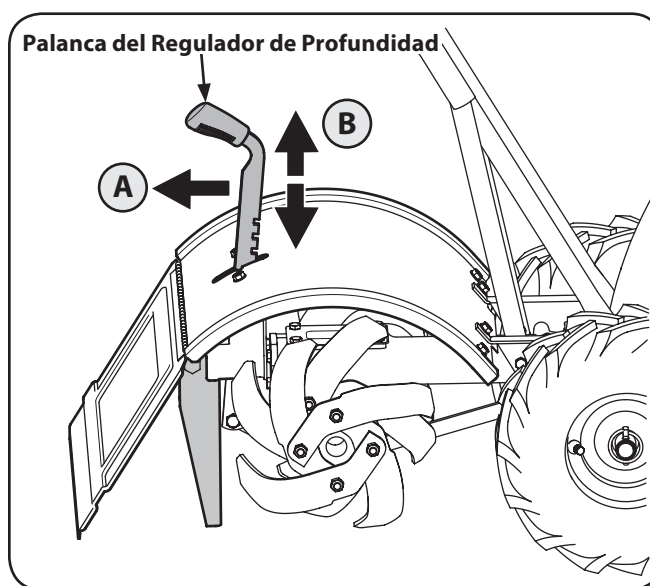

Figure 5-1
3. Mueva la palanca del regulador de profundidad totalmente hacia abajo a la posición "de desplazamiento", de modo que los dientes estén separados del suelo. Para cambiar el ajuste de profundidad, tire hacia atrás la palanca del regulador de profundidad (A) y coloque hacia arriba o hacia abajo (B), luego libere la palanca (C) para asegurar en la posición deseada. Vea la Fig. 5-1.